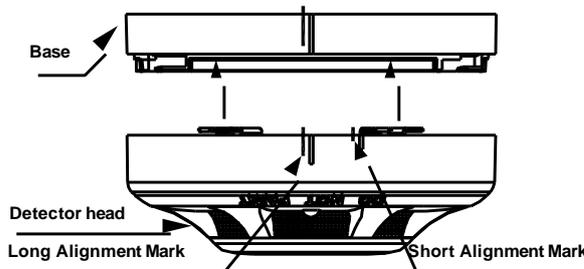

Рис. 3 – установка извещателя в контактную базу
2. Совместите метку установки на корпусе извещателя с короткой меткой на основании (см. Рис. 3)